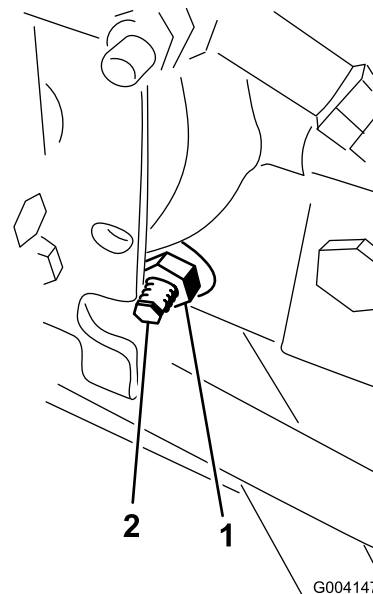

Figura 54
3. Dal lato destro dell'idrostatato, allentate il dado di bloccaggio sulla camma di regolazione della trazione (Figura 54).